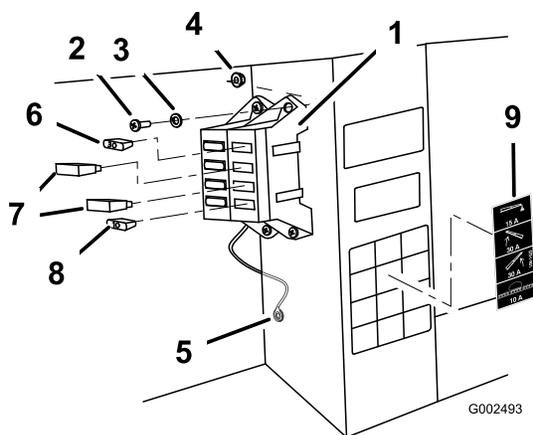

Figura 8
5. Ligue o fio de massa preto ao parafuso de 1/4 pol. existente no lado de dentro da estrutura do veículo, utilizando a anilha tipo estrela (Figura 8).
7. Instale o bloco de fusíveis e a cablagem na estrutura ao lado do bloco de fusíveis existente, utilizando os dois parafusos (n.º 10-24 x 3/4 polegada) e as duas porcas de bloqueio (n.º 10-24) conforme ilustrado em Figura 8.
- Instale os dois disjuntores térmicos de 30 amp nas ranhuras dos fusíveis de elevação da rampa esquerda e direita (Figura 8).
- Instale o fusível de 10 amp na ranhura do fusível de alimentação do sistema de pulverização (Figura 8).